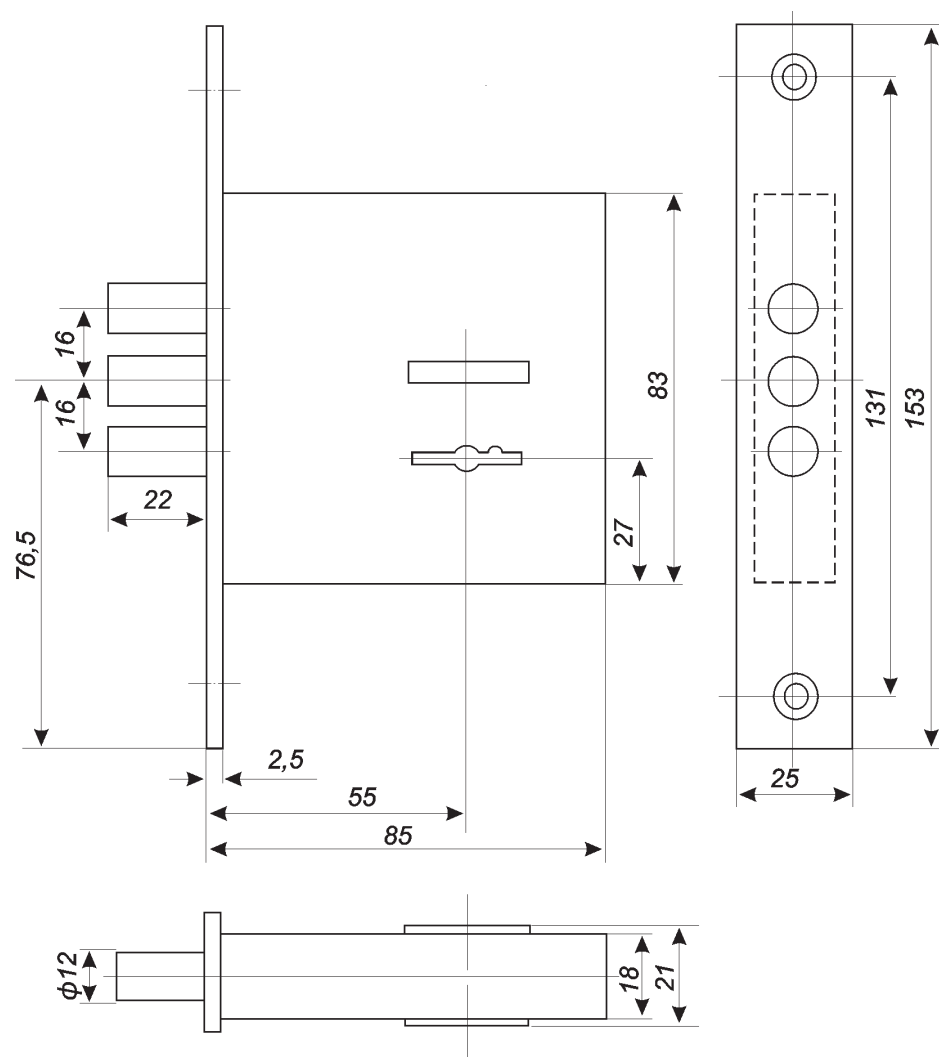

Рис. 1
- 2.8. Габариты замка должны соответствовать рис. 1.